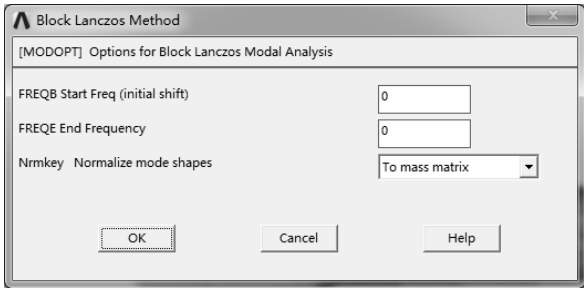

图 7-25 “Block Lanczos Method” 对话框
3) 系统弹出“Block Lanczos Method”对话框, 在该对话框设置起止频率, 此处保持默认值, 单击“OK”按钮完成设置, 如图 7-25 所示。